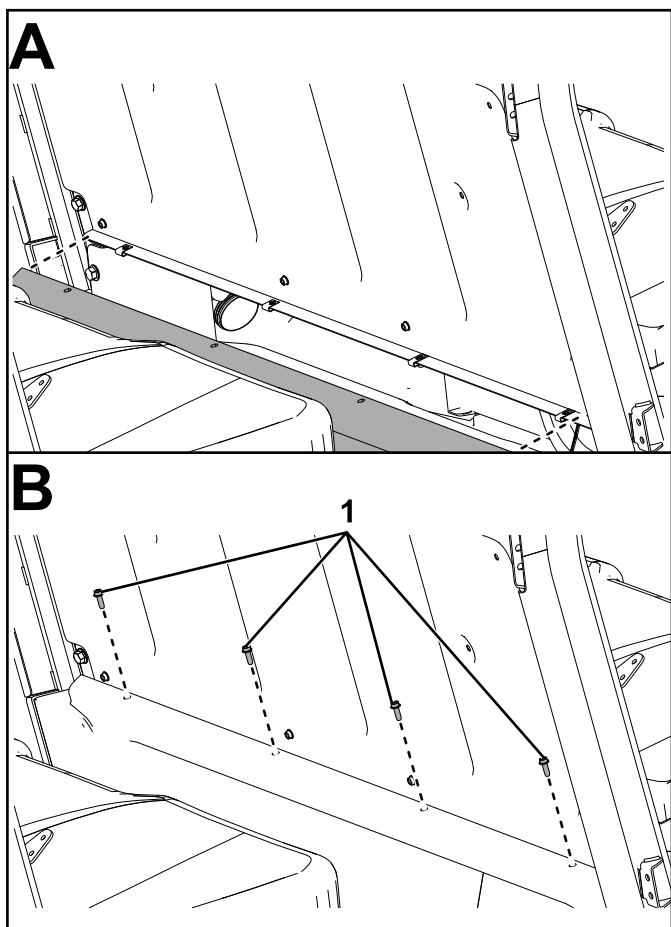

Bild 56
23. Befestigen Sie die mittlere Sitzplatte mit vier Sechskantschrauben ($\frac{1}{4} \times \frac{3}{4}$ ") an der Bodenwanne und an den vier Clips ($\frac{1}{4}$ "), wie in Bild 56 dargestellt.